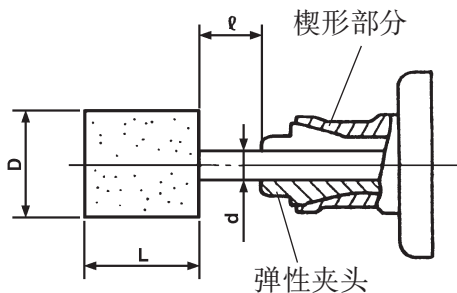

图 8
- 安装带轴的砂轮时，请在图 8 所示的楔形部分涂上少量的主轴油 (或缝纫机油) 后再旋紧弹性夹头。